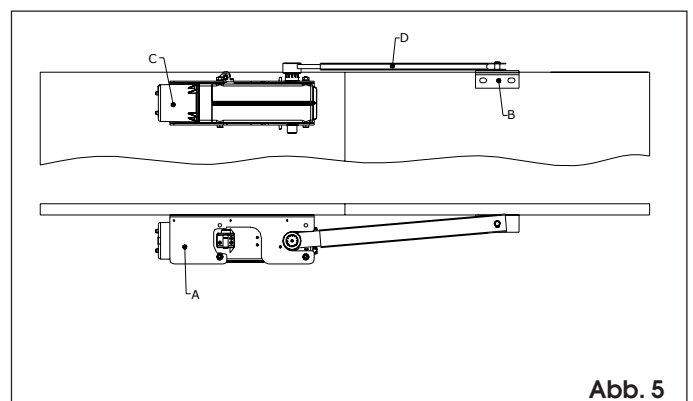

Abb. 5
- 4) Den Getriebemotor C mit den mitgelieferten Schrauben, Unterlegscheiben und Muttern auf Grundplatte A montieren (Abb. 5). Hinweis: Das Keilprofil muss nach oben zeigen.